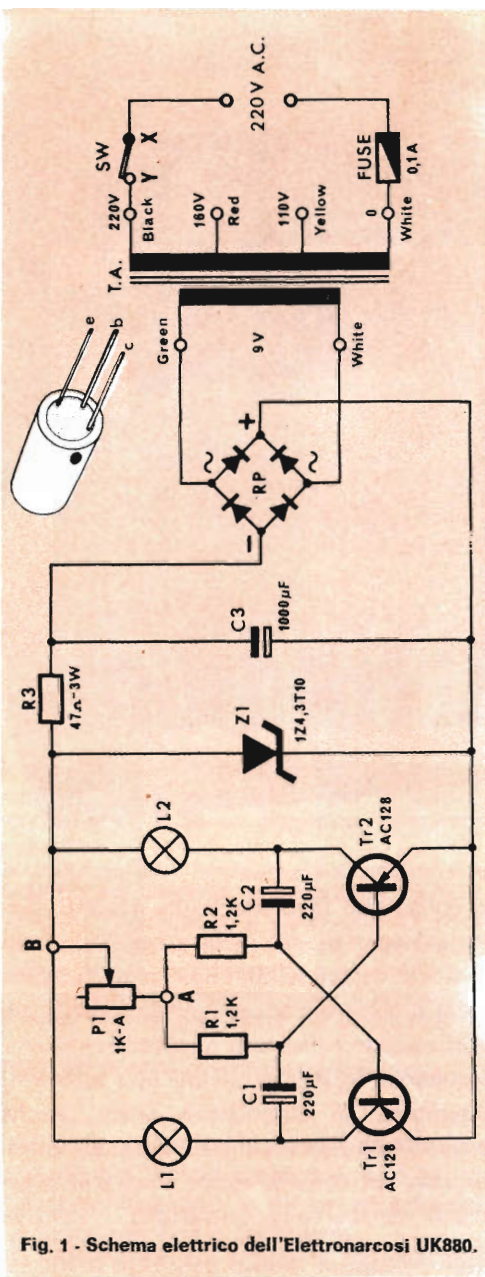

Fig. 1 - Schema elettrico dell'Elektronarcosi UK880.
**Descrizione del circuito elettrico** - Come è possibile notare dallo schema della fig. 1, il circuito elettrico dell'UK880, in sostanza, non è altro che un multivibratore bistabile, noto comunemente con il nome di flip-flop.